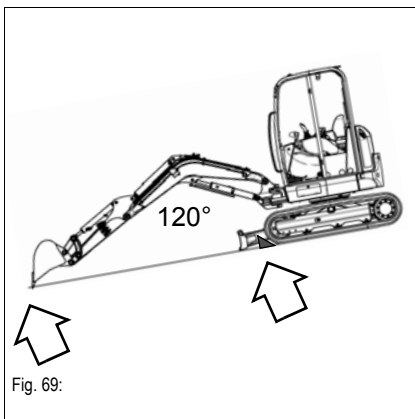

Fig. 69:
- Asegurar la máquina con cuñas de calce (ver Fig. 69).